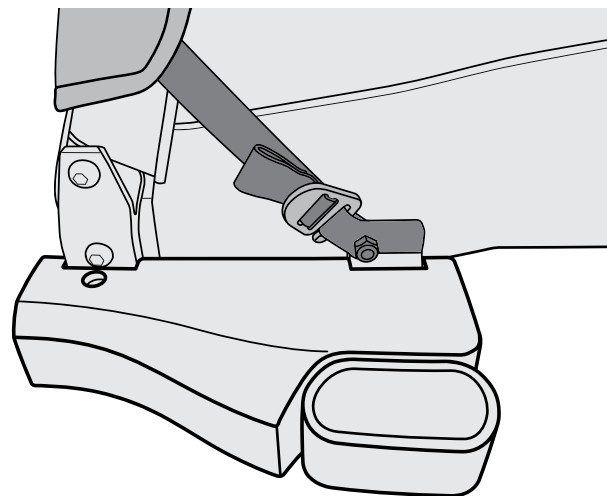

Abbildung 21
1. Führen Sie den Haken in die Schlaufe und ziehen Sie das Gurtband nach oben, um es straff zu ziehen (Abbildung 21).